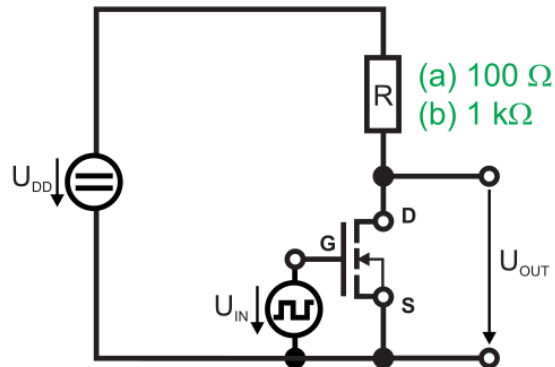

Abbildung 5.4: Aufbau: nMOS-Inverter mit Widerstand, Dynamikuntersuchung
2. Zur Generierung des Testsignals U_{IN} soll ab jetzt der interne Frequenzgenerator des Oszilloskops verwendet werden. Erzeugen Sie ein Rechtecksignal mit den Potentialgrenzen 0V und +5V bei einer Frequenz von 1MHz. Messen Sie mit dem Oszilloskop auf Kanal 1 zunächst das Testsignal und prüfen Sie dessen Richtigkeit. Schließen Sie das Eingangssignal an wie in Abbildung 5.4 dargestellt, verwenden Sie hierfür ein BNC-Kabel.
3. Untersuchen Sie die Schaltung aus Abbildung 5.4. Verwenden Sie zunächst 100 Ohm als Pull-Up. Entfernen Sie unbedingt das Amperemeter vom vorigen Versuch aus der Schaltung, dieses würde die nachfolgenden Untersuchungen verfälschen.